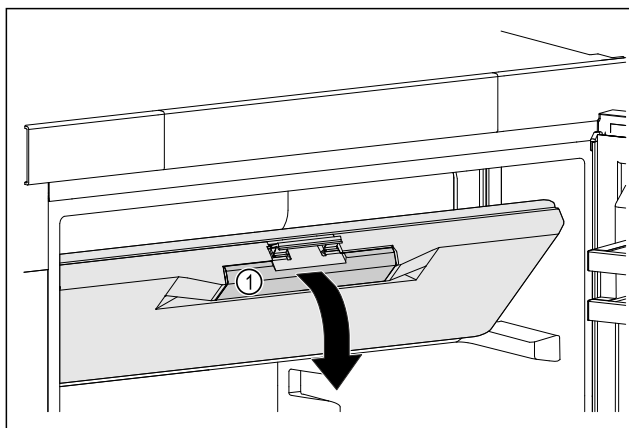

Fig. 27
- ▶ Возьмитесь за утепленную ручку Fig. 27 (1) на двери морозильного отделения.